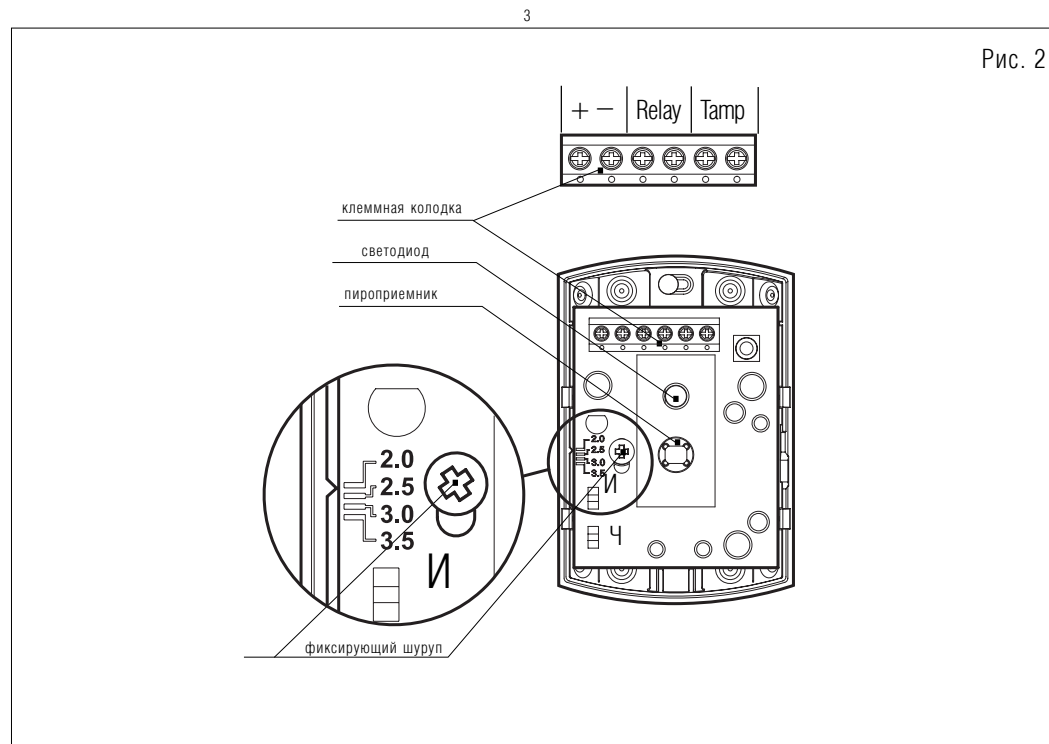

Рис. 2
- Ослабить шуруп, фиксирующий крепление платы, сопоставить метку с риской, соответствующей высоте установки (рис.2). Это обеспечит дальность действия известателя (12±0,1) м. Для уменьшения дальности действия плату необходимо сместить вверх. Закрепить плату фиксирующим шурупом.